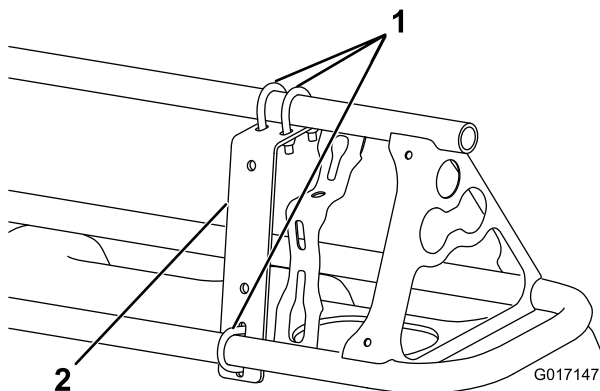
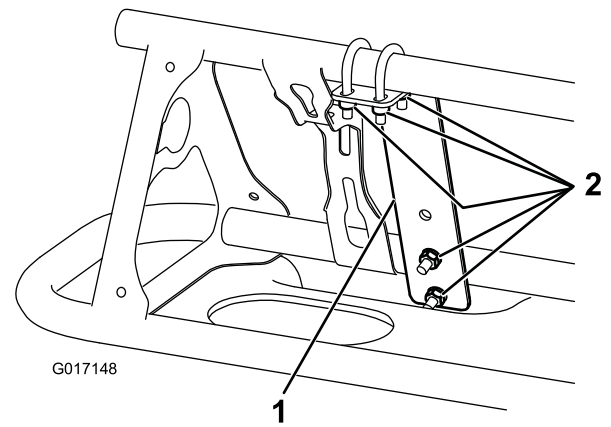

Figura 5
Figura 6
1. Instale un soporte de montaje en el lado delantero de cada brazo cerca de la boquilla exterior con 3 pernos en U y 6 contratuercas (1/4 pulgada) (Figura 5 y Figura 6).